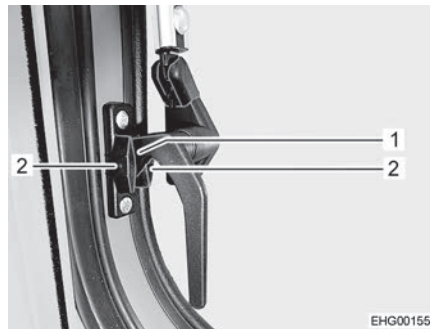

Bild 64 Låsarm, i sidan (i läget "kontinuerlig vädring")
- Sväng låsarmarna i sidorna ett kvarts varv nedåt. För in låsspaken (Bild 64,1) mellan de båda halvorna av låsblocket.